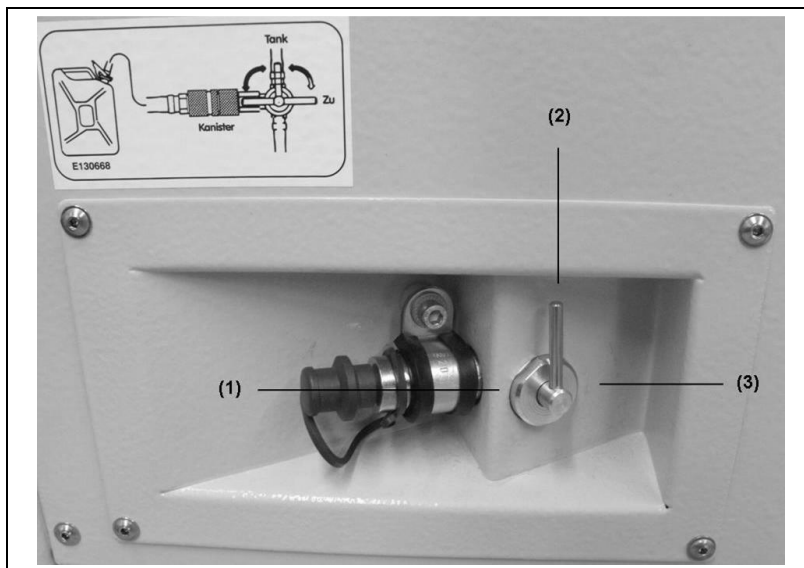

Abb. 5-12: 3 Wege Kraftstoffhahn
3. Kraftstoffhahn auf Eigen-Tank (*Abb. 5-12-(2)*) stellen.
8. Kraftstoffhahn auf „Fremdbetankung“ (*Abb. 5-12-(1)*) stellen.